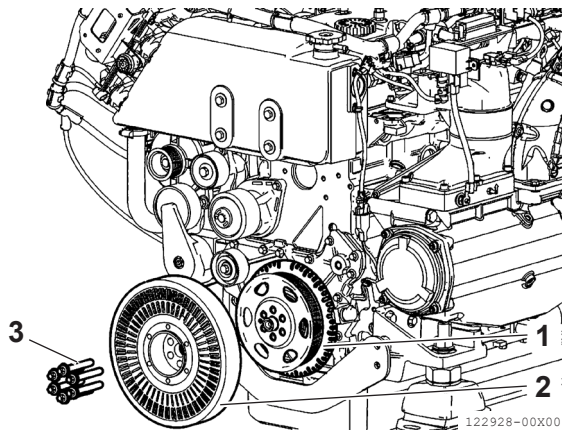

Figure 22
2. Dévissez les vis (**Figure 22, (3)**) et retirez le volant amortisseur (**Figure 22, (2)**) de la poulie (**Figure 22, (1)**).
L'outil de blocage du volant moteur peut faciliter la dépose du volant amortisseur (**Figure 22, (2)**) monté sur la poulie (**Figure 22, (1)**).
Remplacez le volant amortisseur (**Figure 22, (2)**) par un volant neuf.
Vissez les vis de fixation (**Figure 22, (3)**) et serrez-les au couple spécifié.
Volant amortisseur (6 vis M12 × 1,25 × 78,5) (Figure 22, (3))	1. Préserrage à la clé dynamométrique 50 ± 5 N·m